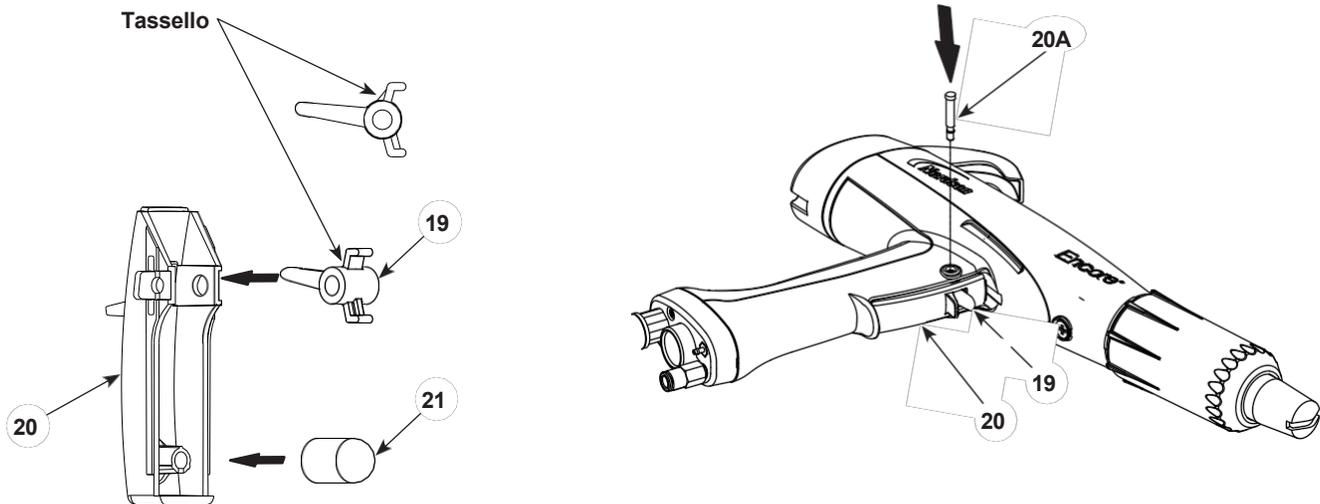

Figura 22 Reinstallazione del grilletto e dell'asse
7. Vedere Figura 22. Installare il grilletto di spurgo (19) nel grilletto di spruzzatura (20) con il tassello orientato verso l'alto come mostrato. **Non installare il pulsante di spurgo al contrario.**
8. Verificare che l'attuatore (21) sia installato sul montante.